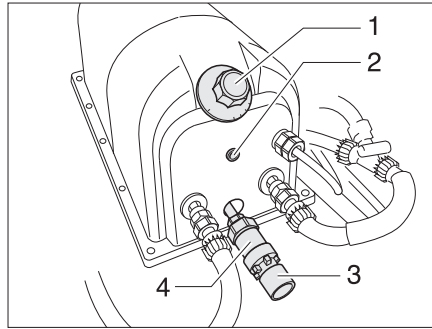

Fig. 122 Caldera Reich
La caldera funciona con 230 V. La caldera calienta aprox. 5 l de agua. La temperatura del agua se puede ajustar en el regulador de temperatura (Fig. 122,1) de la caldera. El agua se puede calentar a máximamente 80 °C.
- Ajustar la temperatura deseada en el regulador de temperatura (Fig. 122,1). La luz de control (Fig. 122,2) está iluminada durante la fase de calentamiento.
- Girar el regulador de temperatura (Fig. 122,1) en sentido contrario a las agujas del reloj hasta la marca "I".
- Ajustar la temperatura deseada en el regulador de temperatura (Fig. 122,1).
- Abrir el vaciado de agua en la válvula de sobrepresión (Fig. 122,4). Para ello, girar el botón giratorio rojo (Fig. 122,3) en sentido contrario a las agujas del reloj.